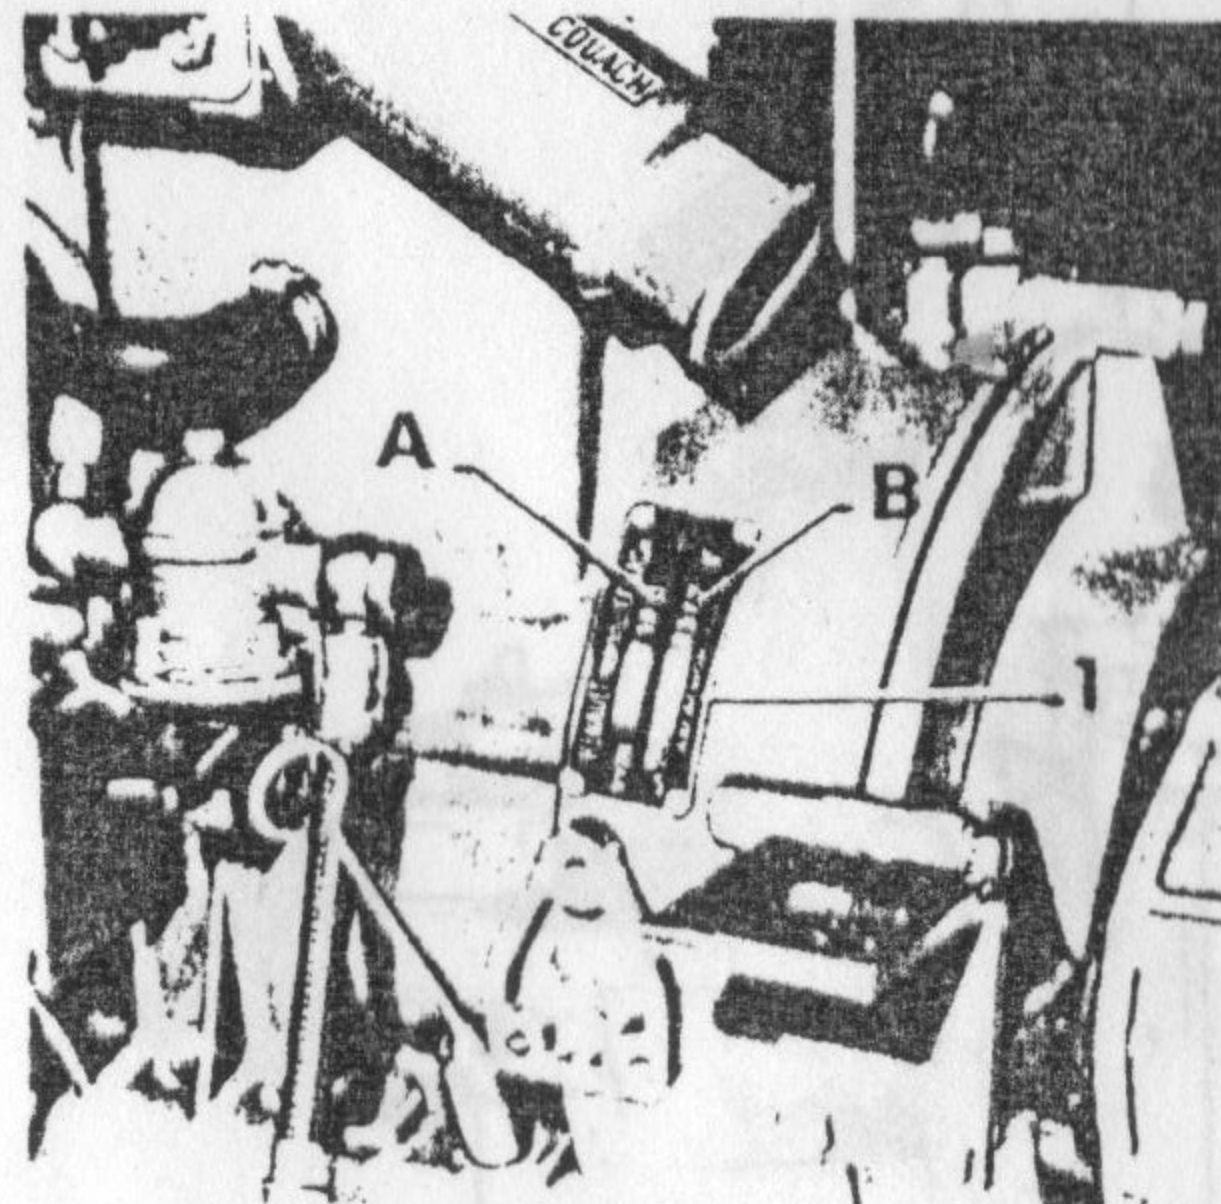

Fig. A 3
2.1. Moteur (fig. A 3)
2.1. Engine (fig. A 3)